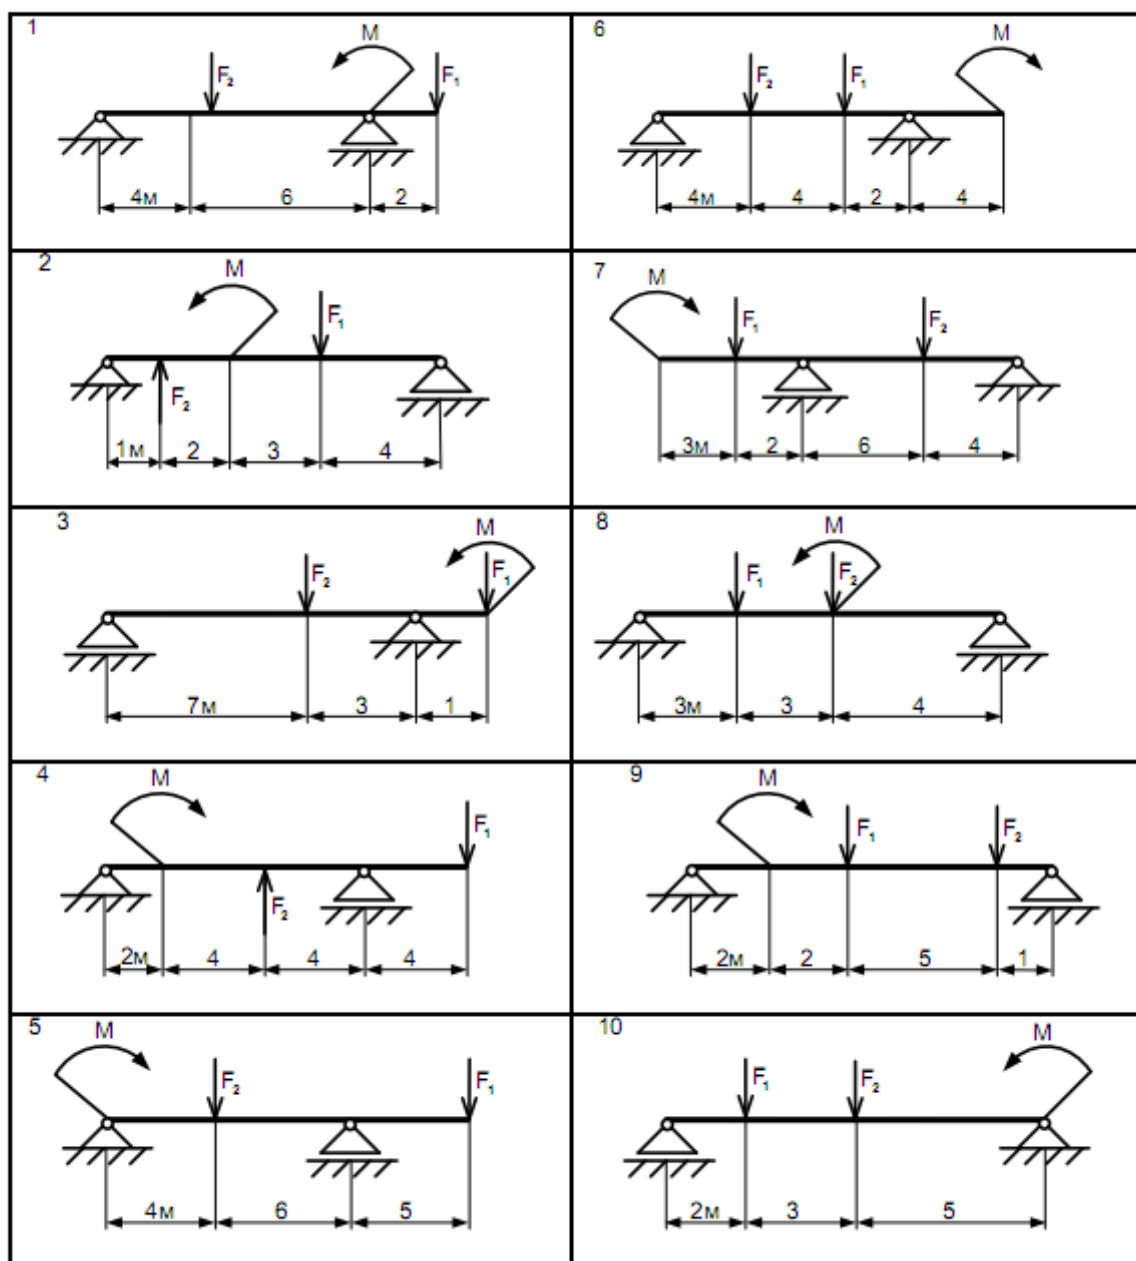

Рисунок 8 Исходные схемы
1. Ознакомится с заданием рисунок 8.